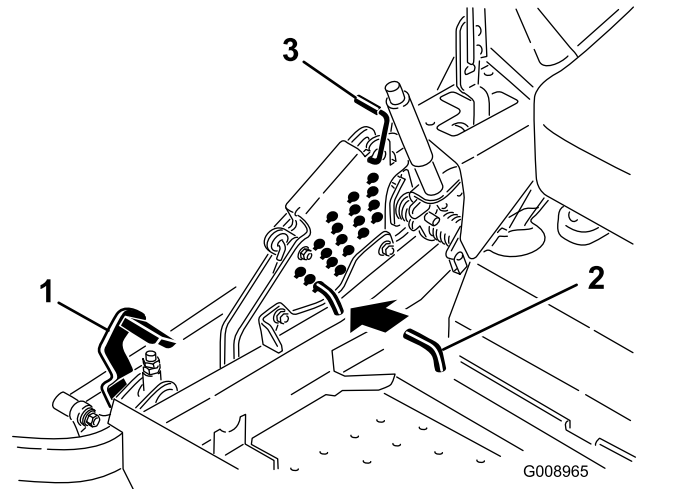

図 24
2. デッキ昇降ペダルを踏み込んでデッキを移動走行位置まで上昇させるこれは刈高 140 mm の位置と同じ図 24を参照。
3. 刈高ピンを 90 度回転させて刈高ブラケットから抜き取る図 24。
4. 刈高ブラケットについている穴から、希望する刈高に対応する穴を見つけ、その穴にピンを通す図 24。